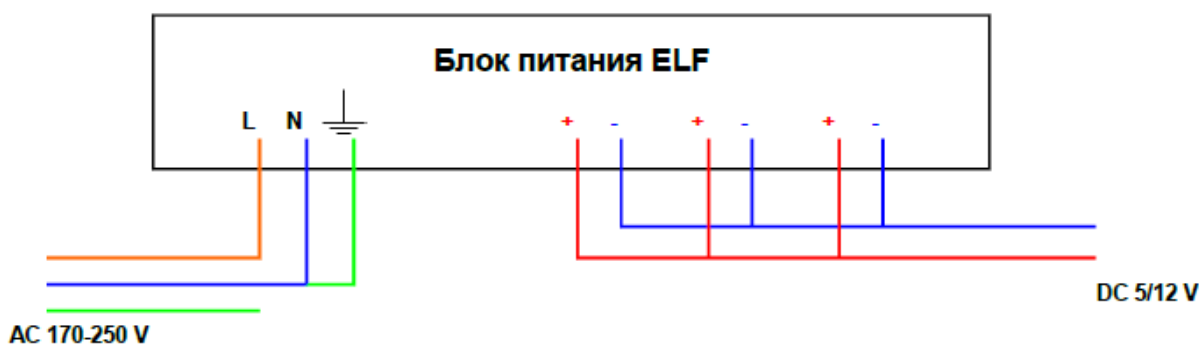

Рисунок 2.
- Для объектов (электроустановок), в которых применён принцип глухозаземлённой нейтрали (Рисунок 2)\*: